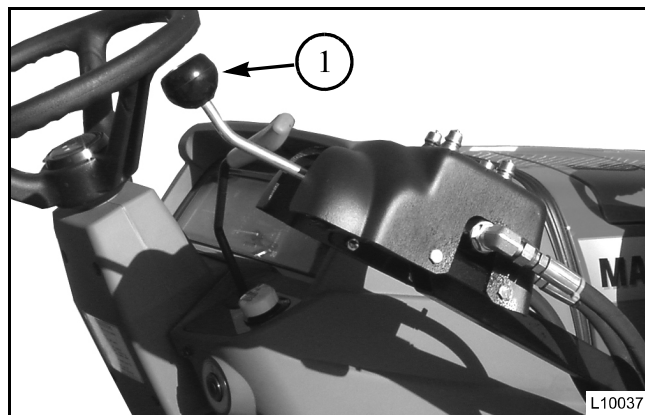

Figure 7
Figure 7: Ce système de connexion utilise le joystick (1) du distributeur auxiliaire monté sur la monture droite du chargeur pour commander les fonctions du chargeur. Les raccords rapides du distributeur auxiliaire sont utilisés pour connecter les quatre flexibles du chargeur.